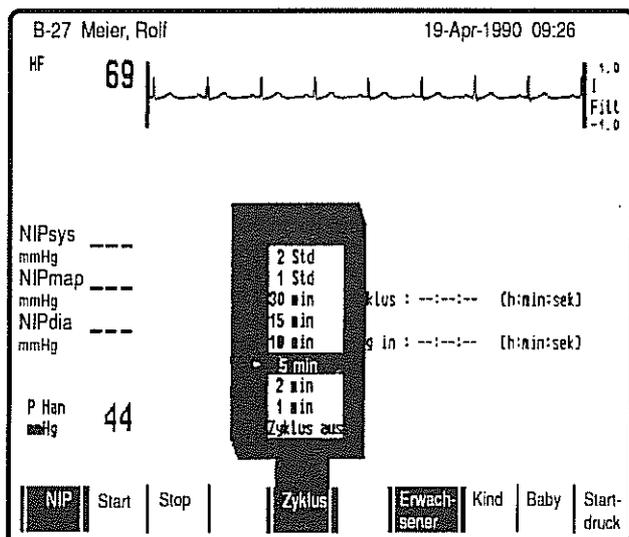
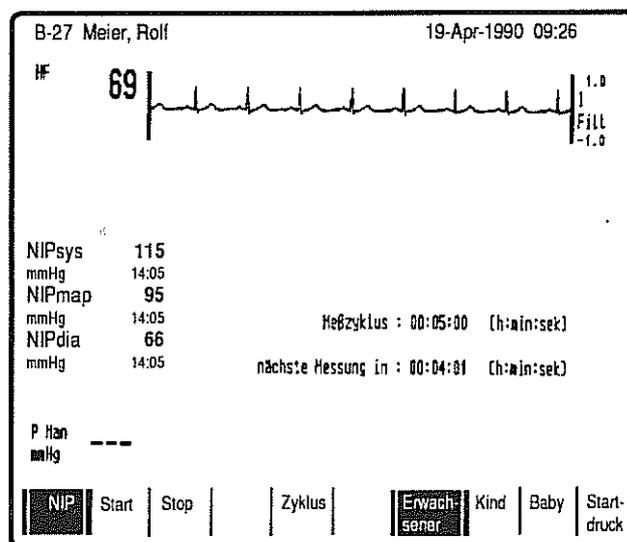

Bild 14
Bild 15
- * Drücken Sie Taste **F5 Zyklus**. Sie öffnen damit ein Fenster mit allen möglichen Zykluszeiten. Bewegen Sie den Cursor mit den Pfeiltasten auf die gewünschte Zeit und bestätigen Sie die Eingabe mit Taste **E** (Bild 14). Im Bildschirm werden die Zykluszeit und die bis zur nächsten Messung verbleibende Zeit (Bild 15) angezeigt.